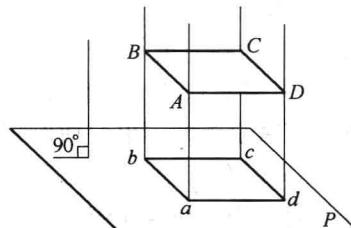

图1-1 正投影
2) 绘制机械图样时采用正投影法（投射线垂直投影面），所得到的投影即正投影，如图1-1所示。